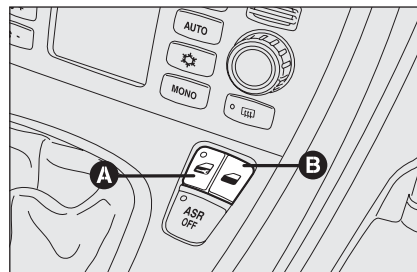

рис. 15
- ☐ кнопки **A** и **B** для блокировки /разблокировки дверей **рис. 15**;